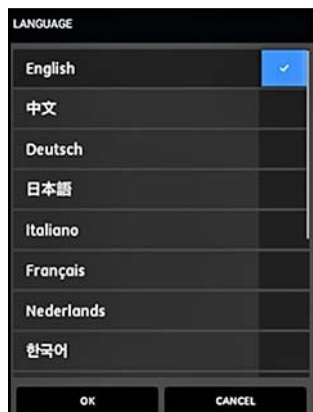

図 10: アプリの言語オプション
3. アプリの読み込みが完了したら、デフォルトのトランスミッターのリストが表示されます。初期インストール中は、このリストには何も入っていません。新しい PT900 トランスミッターに接続するには、**スキャン**（7 ページの図 10 の赤い矢印を参照）をクリックすると、アプリが Bluetooth を介して使用可能なすべてのトランスミッターを検索します。
4. スキャン完了後は、検出された新しいトランスミッターはタブレット画面の**使用可能なデバイス**セクションに載ります（7 ページの図 10 の赤い矢印を参照）。トランスミッターをクリックし、タブレットとペアリングします。
初回のタブレットアプリを開く際は、画面が図 10 以下に表示されます。希望するアプリの言語を選択して、**OK** をクリックします。